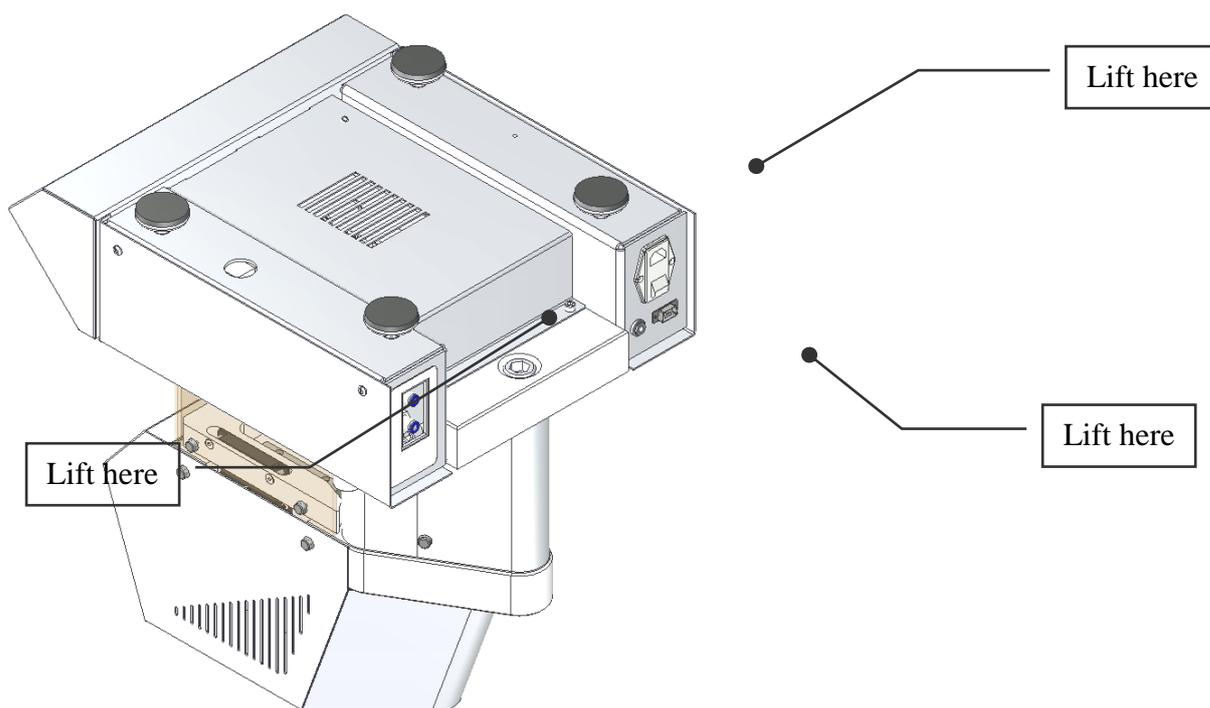

Figura 1: Punti di sollevamento (indicati invertito per l'illustrazione soltanto)
- 2.4.1. Controllare prego il piatto di numero di serie della macchina corrisponde alla vostra nota di consegna per confermare la macchina di modello corretta è stato fornito. Il piatto di numero di serie può essere trovato sulla copertura dell'acciaio inossidabile, osservante dalla fonte della macchina. Si veda figura 1.